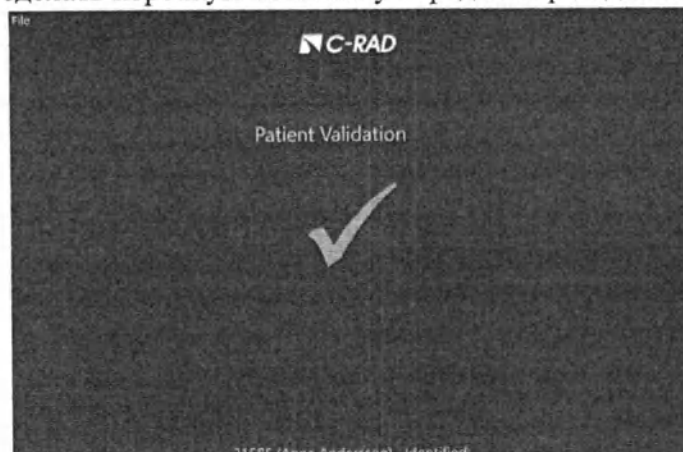

Рисунок 30. Валидация на планшете.
4. Как только выбранный пациент войдет в процедурный кабинет и пройдет валидацию камерой, вы получите зеленую галочку на экране планшета, см. рисунок 30.
5. Затем результат валидации идентификатора пациента отправляется в систему MOSAIQ. Он показан в виде зеленой галочки рядом с именем пациента, см. рисунок 30 и рисунок 31.